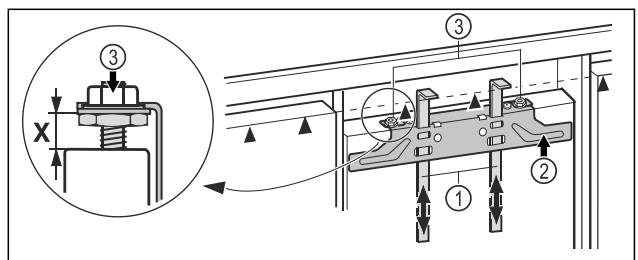

Fig. 41
- Uzbīdīet montāžas palīglīdzekļus Fig. 41 (1) mēbeles durvju augstumā. Montāžas palīglīdzekļa apakšējā atbalsta mala ▲ = uzstādāmo mēbeles durvju augšmala.
- Noskrūvējiet stiprinājuma šķērsi Fig. 41 (2), izmantojot pretuzgriežņus Fig. 41 (3).